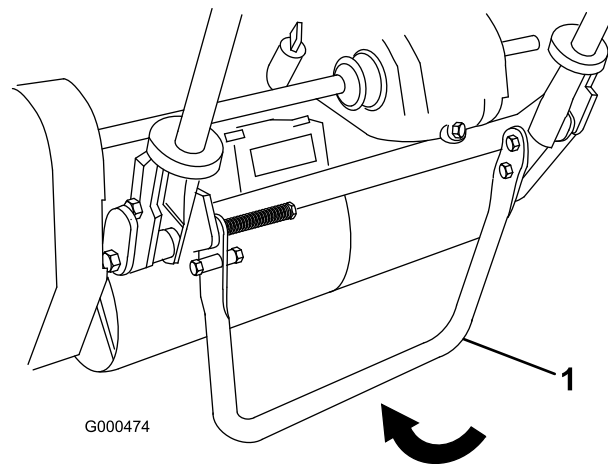

Figura 22
1. Con il piede, abbassate il cavalletto, quindi alzate il sostegno della stegola finché il cavalletto non gira in avanti, sopra il centro (Figura 22).